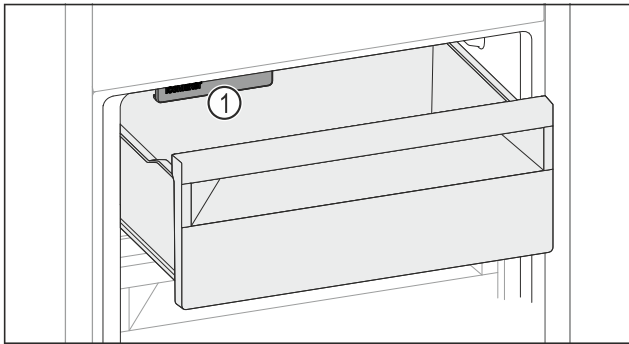

Fig. 227
- ▶ Учитывайте IceMaker Fig. 227 (1).